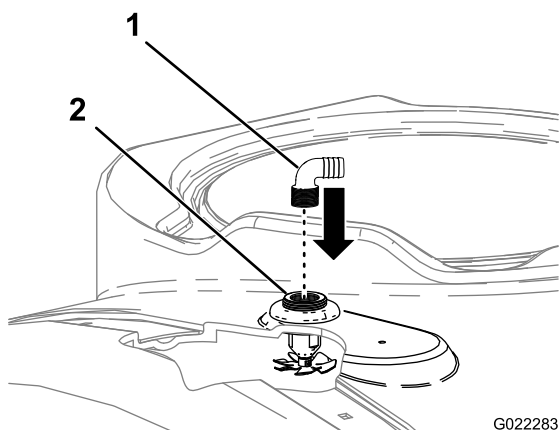

Figura 7
4. Montate i 2 raccordi portagomma degli ugelli di lavaggio nelle aperture filettate dei diaframmi degli ugelli di lavaggio (Figura 7).